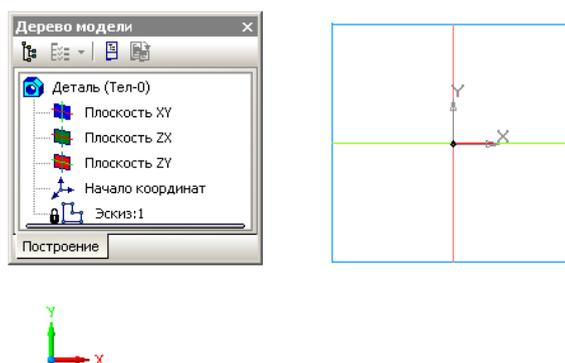

Рис. 10.9. Часть экрана создания эскиза.
2.4. Выполните команду **Эскиз** через объектное меню выбранной плоскости построения или нажмите кнопку  – **Эскиз** на панели **Текущее состояние** (рис. 10.9).
- 3) оси координат **Фронтальной плоскости** совпадают с соответствующими осями координат трехмерной системы (рис. 10.9).